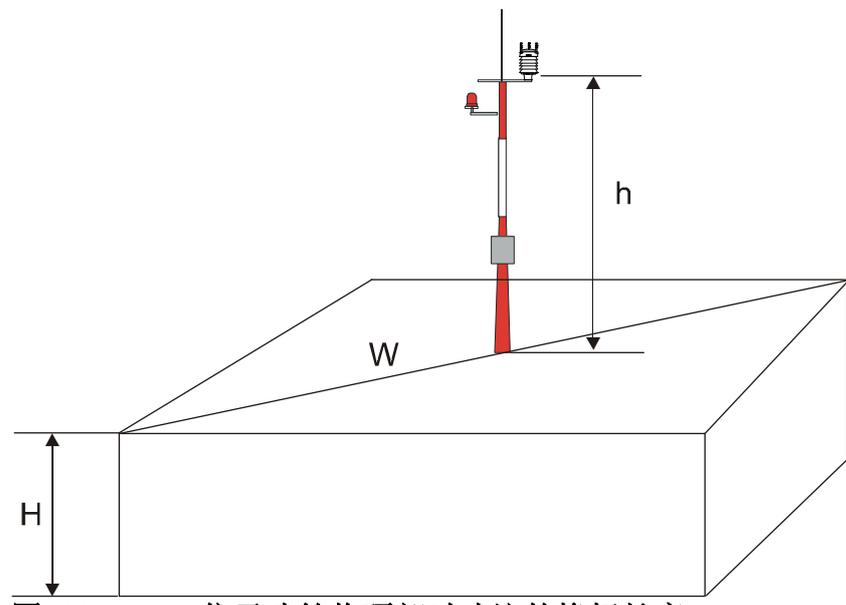

图 11 位于建筑物顶部时建议的桅杆长度
对于安装在建筑物顶部的桅杆，建议的最小长度（在第 28 页上的图 11 中标有字母 h）是建筑物高度 (H) 的 1.5 倍。当对角线 (W) 小于高度 (H) 时，桅杆的最小长度是 1.5 W。